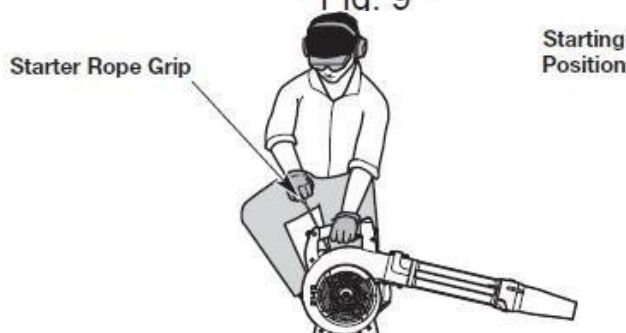

Fig. 11
- 5) Bedien de gashendel NIET. Hurk neer in de startpositie (Fig. 11).
- 6) Bedien de gashendel NIET. Trek 3 tot 5 keer met een beheerste en gelijkmatige beweging aan het starterkoord om de motor te starten (fig. 11).